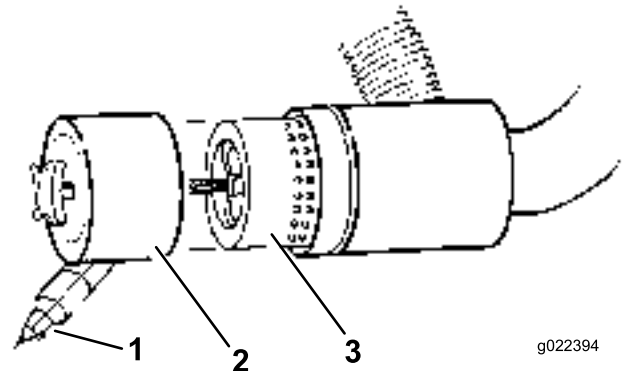

Bild 40
3. Nehmen Sie den Filter heraus und wechseln Sie ihn aus (Bild 40).